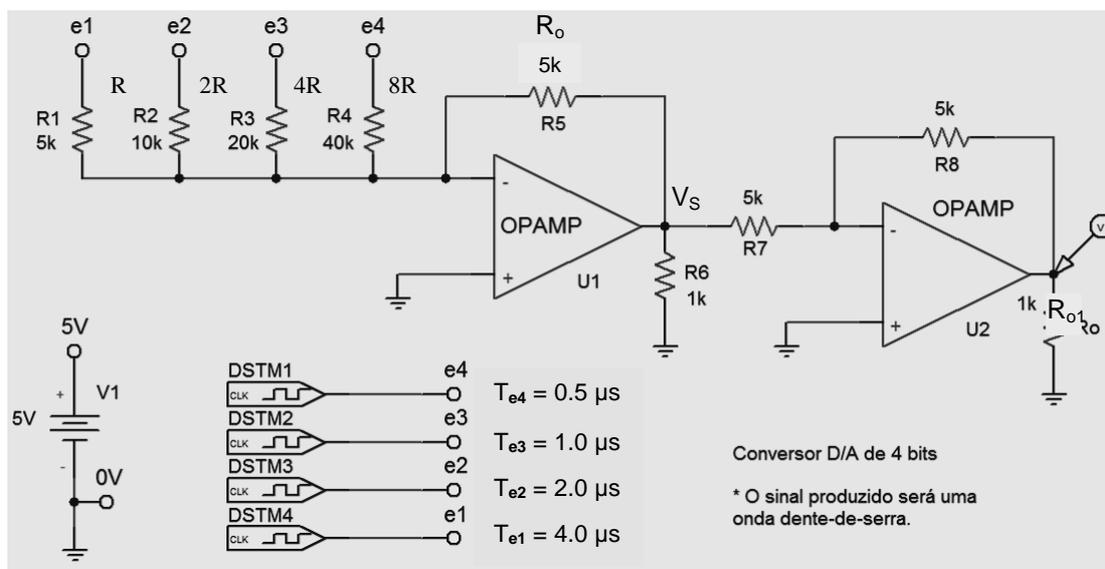

Figura 3.26 – Conversor D/A de 4 bits com AOP.
► EF 34 – *Conversor Digital-Analógico de 4 bits*. Seja o Conversor D/A, montado a partir de um AOP, como mostra a Figura 3.26 (1º. estágio, de R₁ até a saída no resistor R₆).